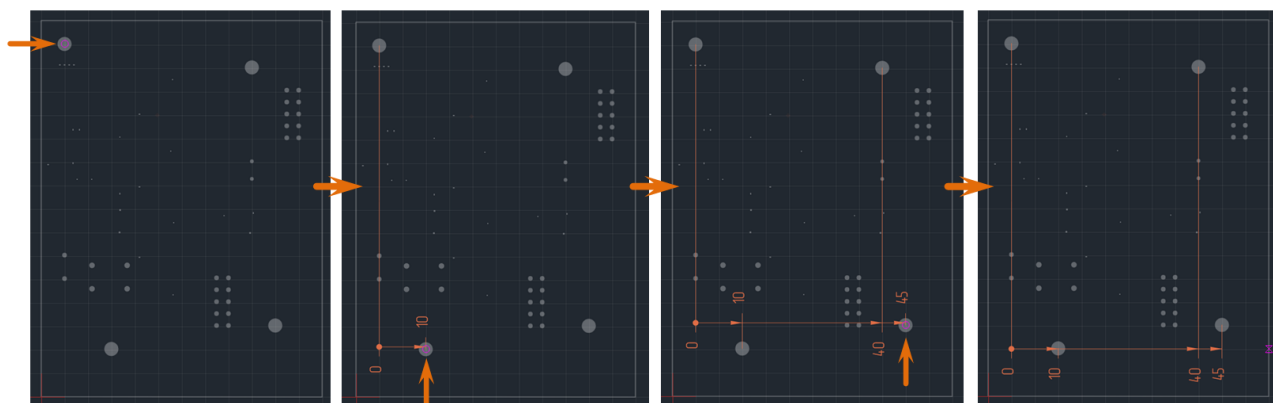

Рис. 446 Размещение горизонтальной размерной линии от общей базы с общей размерной линией
5. Нажмите клавишу «Enter», при этом точки размещения выносных линий зафиксируются, но сохранится возможность изменять длину и направление выносных линий, см. Рис. 446.